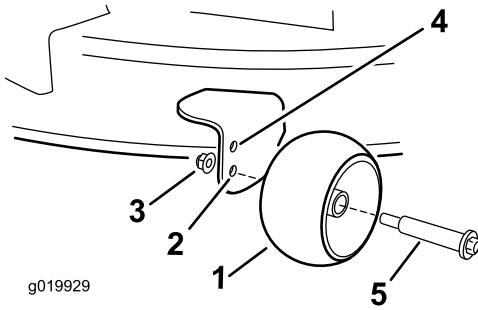

Figura 23
- Furo superior—utilize esta posição com a plataforma de corte nas posições de altura de corte de 63 mm e inferiores (Figura 23).
- Furo inferior—utilize esta posição com a plataforma de corte nas posições de altura de corte de 76 mm e superiores (Figura 23).